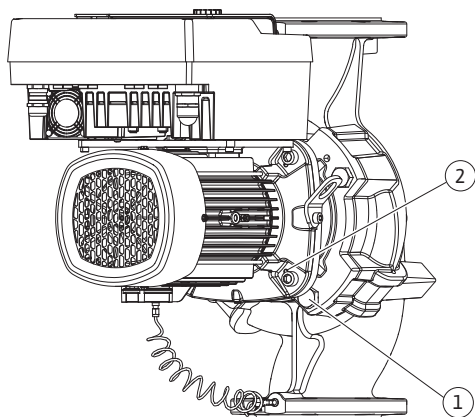

Fig. 101: Pressionar o conjunto de encaixe através dos orifícios roscados (DN 100 ... DN 125)
21. Ao remover os parafusos (Fig. II, pos. 10), o sensor da pressão diferencial também se solta do flange do motor. Deixar o sensor da pressão diferencial (Fig. I, pos. 8) suspenso com a chapa de suporte (Fig. I, pos. 13) nos cabos de medição da pressão (Fig. I, pos. 7). Desligar o cabo de ligação do sensor da pressão diferencial no módulo eletrônico.
22. Retirar o conjunto de encaixe do corpo da bomba. Para tal, utilizar os dois orifícios roscados (ver Fig. 101, pos. 1).